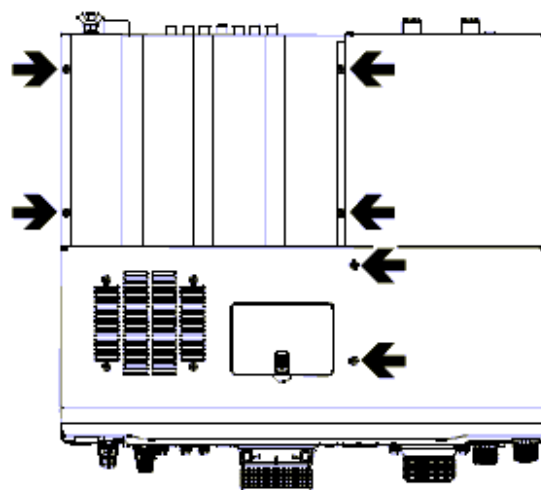

Figura 2
- ℞ Consultando a Figura 2, retire os 6 parafusos (➡) do painel superior. Levante a tampa superior, desconecte o cabo do alto-falante e levante as tampas superior e lateral.
- ℞ Consultando a Figura 2, retire os 6 parafusos (⇒) painel superior. Levante a tampa superior, desconecte o cabo do alto-falante e levante as tampas superior e lateral.